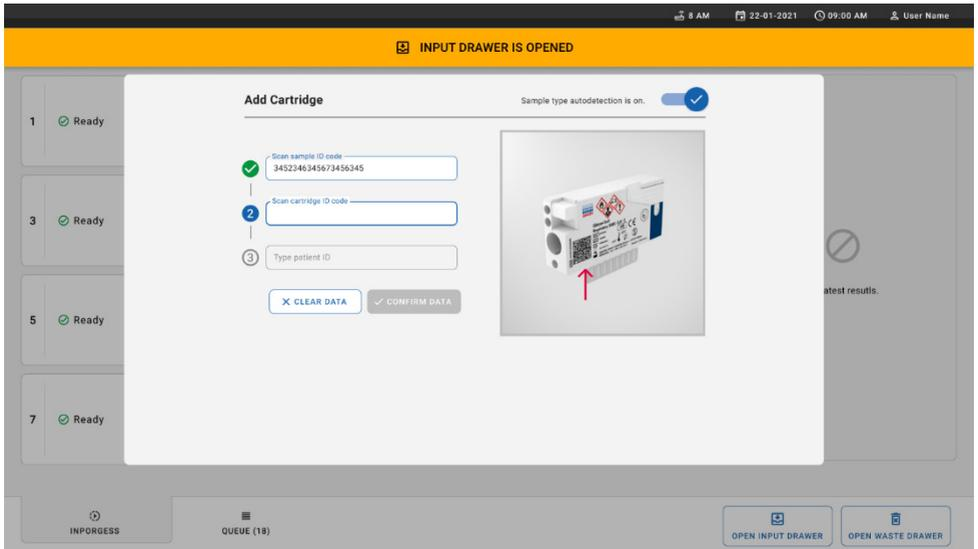
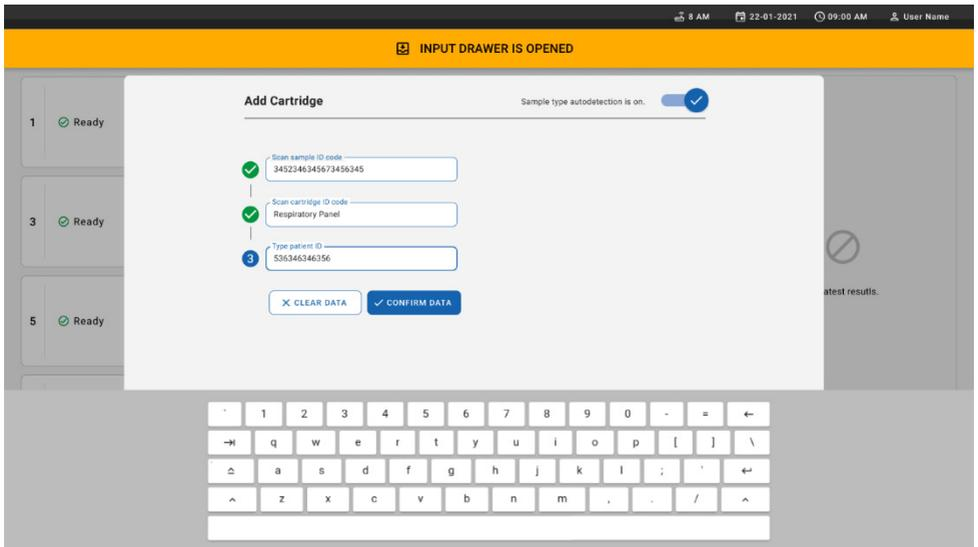

Figura 25. Introducción del ID del paciente.
Figura 26. Escriba el identificador del paciente y, a continuación, confirme la pantalla de datos.
10. Escriba el identificador del paciente (el identificador del paciente debe establecerse en **on** [activado]) (figura 25) y, a continuación, confirme los datos (figura 26).